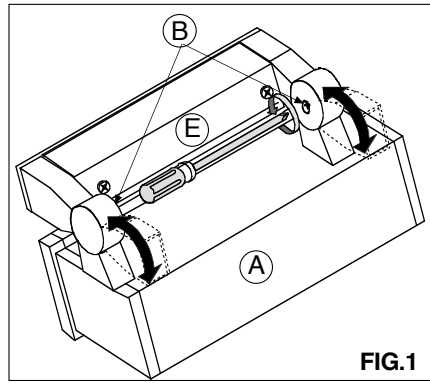
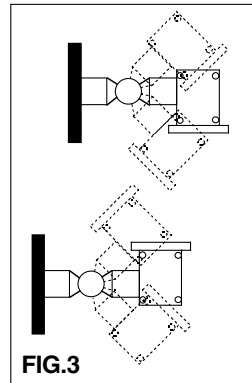

FIG.1
FIG.3
- Allentando le viti **B**, ruotare il corpo lampada **A** in modo da liberare la copertura **E**. **FIG.1**
- Richiudere la copertura **E** e, dopo aver sistemato il corpo **A** nella posizione desiderata, ribloccare le viti **B**. **FIG.1-FIG.3**
- Unscrew the screws **B**, rotate the lamp body **A** in order to let the cover **E** free. **FIG.1**
- Close the cover **E** and, after putting the **A** body in the desired position, block the screws **B**. **FIG.1 - FIG.3**
- Dévissez les vis **B**, tournez le corps de la lampe **A** pour laissez libre la couverture **E**. **FIG.1**
- Fermez la couverture **E** et, après la mise du appareil **A** dans la position désirée, bloquez les vis **B**. **FIG.1 FIG.3**
- Die Schrauben **B** abschrauben, den Lampenkörper **A** drehen, um die Abdeckung **E** zu befreien. **FIG.1**
- Die Abdeckung **E** schliessen, nachdem sie den a-Körper in die gewünschte Position eingesetzt hat, die Schrauben **B** blockieren. **FIG.1 - FIG.3**